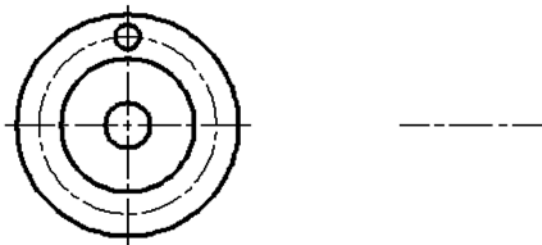

图 8-29 绘制圆
5) 在主视图(左边的视图)中绘制若干个圆。单击“圆”按钮来绘制如图 8-29 所示的 4 个圆, 这 4 个圆的半径从大到小分别为 R50、R30、R10 和 R5.5。